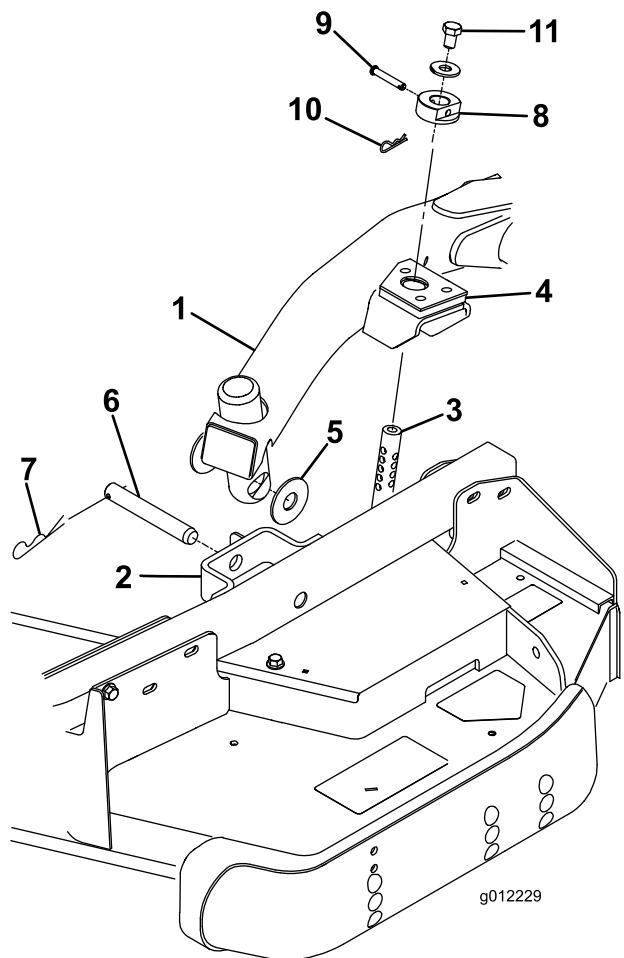

図 5
列させ、昇降アームのパッドに刈高ロッドを挿入できるようにする(図 5)
- 昇降アームをキャスタアームに固定するスラストワッシャ2枚、クレビスピン、ヘアピンコッターを使用する。昇降アームとキャスタアームブラケットの間にスラストワッシャを入れ 図 5、コッターピンを、キャスタアームタブのスロットに差し込んで固定する。
- 刈高ロッドに刈高カラーを取り付け、クレビスピンとヘアピンコッターで固定する 図 5。できれば、クレビスピンの頭をデッキの前に向けておく。
8. 刈高ロッドのそれぞれの上部に、ボルト $\frac{1}{2}$ " x  $\frac{3}{4}$ "とワッシャを取りつける 図 5。